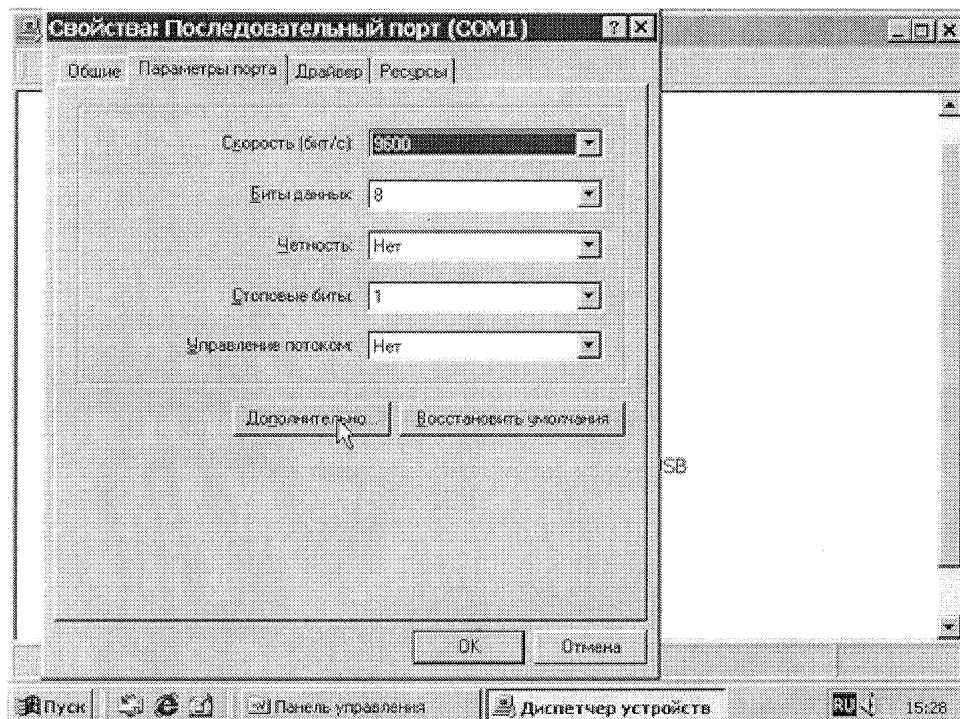

Рисунок 3.4 – Свойства окно «Последовательный порт (COM1)»
4) После нажатия появиться окно «Свойства: Последовательный порт (COM1)». Выберете закладку «Параметры порта» и нажмите на кнопку «Дополнительно...» (рис. 3.4).